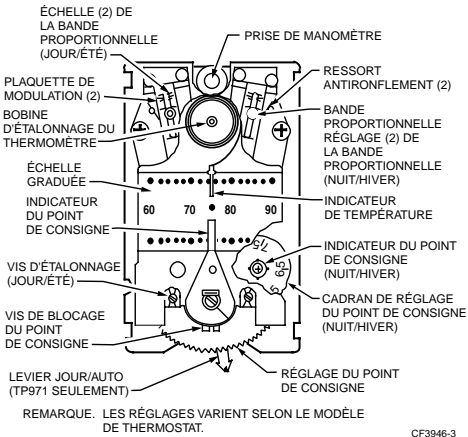

Fig. 3. Indicateurs et leviers de réglage des TP971 et TP972A2218, vu du devant sans couvercle.
Voir la Fig. 3. Si l'installation est effectuée sur un mur qui n'est pas creux, consulter la notice d'installation 95-5597.
1. Retirer le couvercle et installer un manomètre de 0 à 30 psi (0 à 207 kPa) dans la prise de manomètre (Fig. 3).
2. Augmenter tranquillement le réglage du point de consigne (Fig. 3).
2. Réduire tranquillement le réglage du point de consigne (Fig. 3).
3. Faire tourner la vis d'étalonnage (Fig. 3) jusqu'à ce que le manomètre indique 0 psi (0 kPa).
3. Avec une pression d'air de jour à la canalisation principale de 13 psi (91 kPa), faire tourner la vis d'étalonnage de jour (à gauche) (Fig. 3) jusqu'à ce que le manomètre indique 0 psi (0 kPa).